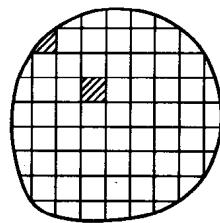

图 0-1 解题方法简图
1) 将弹性体设想成由许多微小六面体和表面上的四面体组成, 如图 0-1 所示;